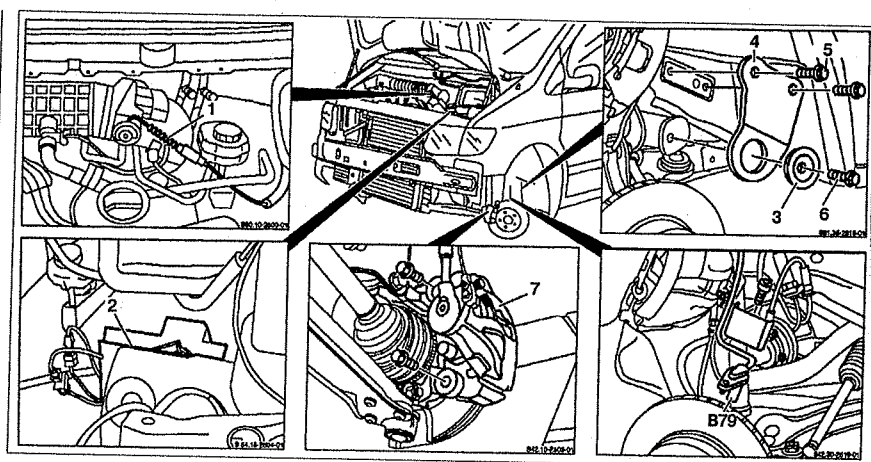

Рис. 3.1. Снятие двигателя:
12. Отсоедините трос акселератора 1 от корпуса дроссельной заслонки (см.рис.3.1).